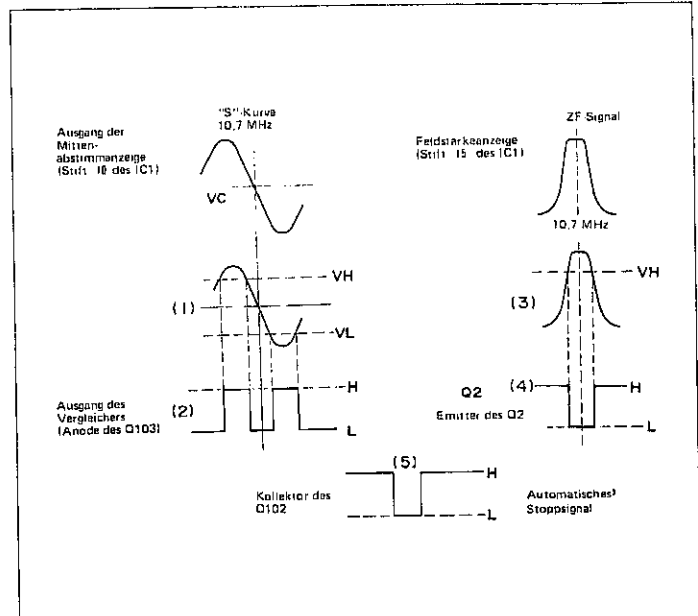

Abbildung 8-2
Bei Abstimmung auf einen Sender während der automatischen Abtastung wird am Stift 5 der UKW-Tunereinheit ein ZF-Signal erzeugt und dem Stift 1 des ZF-Verstärkers (IC1) zugeleitet. Gleichzeitig werden an den Stiften 10 und 15 des IC1 zwei Signale erzeugt: beim ersteren handelt es sich um das Signal der in Abbildung 8-2-(1) gezeigten "S"-Kurve und beim letzteren um das in Abbildung 8-2-(3) gezeigte ZF-Signal. Die Aufbereitung dieser beiden Signale wird im folgenden erklärt. Das "S"-Kurvensignal wird dem Vergleichs (IC101) zugeleitet, wo dessen Wellenform durch die durch den Vergleich selbst induzierte Bezugsspannung (VH oder VL) gebildet wird. Abb. 8-2-(2) zeigt den Ausgang an der Anode von D103 mit guter Wellenform. Aus der folgenden Tabelle 1 ist außerdem ersichtlich, wie das Signal entsprechend der Beziehung zwischen dem Ausgang am Stift 10 und der Bezugsspannung hoch- oder niederpegelig wird. VH beträgt ungefähr 2,3V (am Stift 3 des IC101) und VL ungefähr 1,9V (am Stift 5 des IC101). Als Ergebnis dieser Spannungseinstellung werden bei der automatischen UKW-
Abtastung selbst sehr nahe am gewünschten Sender liegende Sender nicht abgestimmt, weil bei Verstimmung von ± 40 kHz vom gewünschten ZF-Signal das automatische Stoppsignal entsteht, so daß nach der automatischen Abtastung nur der gewünschte Sender empfangen wird. Wird außerdem der automatische Abtaststoppkreis nur durch das in Abb. 8-2-(2) gezeigte Signal in Betrieb gesetzt, tritt die Abschaltautomatik nicht nur am Abstimmungspunkt, sondern auch des Bereichs völliger Verstimmung in Funktion. Um dies zu verhindern, wird das in Abb. 8-2-(3) gezeigte ZF-Signal (am Stift 15 des IC1) Q2 zugeleitet und über Q101 und D104 als logische Summe (OR) zusammen mit dem "S"-Kurvensignal zum Q102 weitergeleitet. Das automatische Stoppsignal der Abb. 8-2-(5) wird dann dem Mikrocomputer (Stift 7 des IC301) zugeleitet, damit die Abschaltautomatik genau am Abstimmungspunkt in Funktion treten kann.